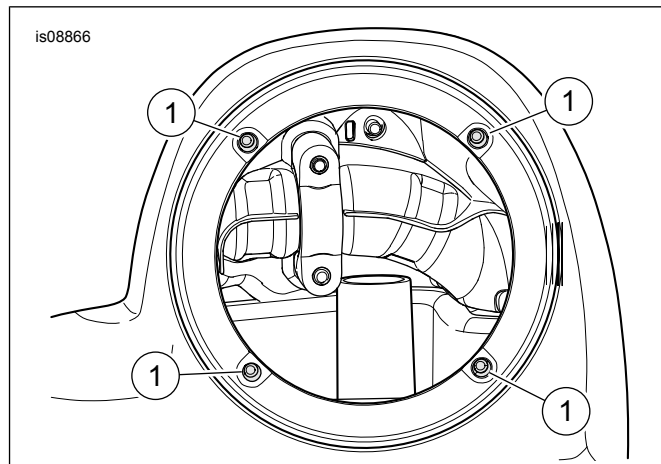

Figura 11. Porcas de fixação
15. Ver Figura 11 . Inserir as quatro porcas de fixação a partir do lado interior da abertura grande.